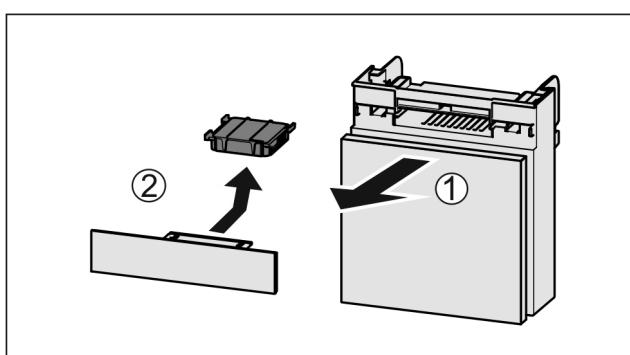

Fig. 36
- Extragăti Fig. 36 (1) compartimentul către înainte.
- Scoateți Fig. 36 (2) filtrul de cărbune activ.